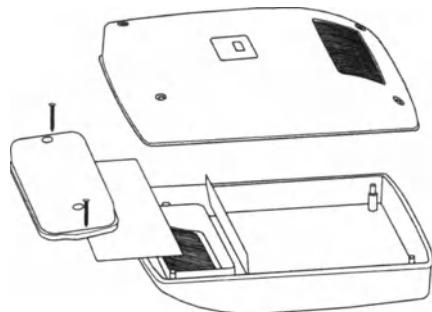

Рисунок 5
- вывернуть два винта соединяющие рамку с корпусом рециркулятора, снять рамку в сборе со шторкой (рисунок 5) и вынуть использованный фильтр, соблюдая правила обращения с инфицированными материалами. Утилизация использованного фильтра осуществляется в соответствии с требованиями раздела "Указания по утилизации" настоящего руководства по эксплуатации.
- ввернуть два винта, соединяющие вставку панели с корпусом рециркулятора (рисунок 5).